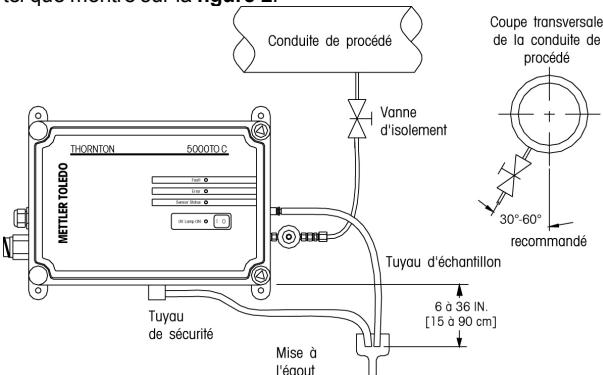

Figure 2
1. Installation de la sonde – La sonde 5000TOC a été conçue pour être autonome ou bien montée sur un mur ou une conduite. Elle est livrée avec des pattes de montage installées qui doivent être retirées en cas d'installation autonome (plan de travail). Un espace de dégagement minimum de 45 cm est nécessaire sur le côté gauche de la sonde pour le remplacement de la lampe UV. Deux raccords sont situés sur le côté droit du boîtier. Le raccord inférieur est dénommé "entrée d'échantillon" et le raccord supérieur, "sortie d'échantillon". Un troisième raccordement (tuyau de sécurité) est situé sous le boîtier ; il doit être retiré en cas d'installation autonome (plan de travail). La figure 2 représente une installation typique. Le kit d'installation (Réf 02205) comprend des assemblages de tube d'installation et une vanne de régulation de pression comprenant un filtre de 40 microns. Fixer le régulateur de pression au raccordement d'entrée d'échantillon tel que montré sur la figure 2.
Fixer l'extrémité ouverte du tube PTFE de 3,17 mm sur la vanne d'isolement du point d'échantillonnage (non fourni). Rincer le tube d'échantillonnage avant de l'installer au niveau de la sonde. Fixer le raccord sur l'entrée du régulateur de pression. Fixer le tube polyuréthane de 6,35 mm, avec un raccord cannelé, à la sortie d'échantillon et diriger l'autre extrémité vers la mise à l'égout. Le tuyau de sécurité de 6,35 mm se branche sur le raccord de tube au bas du boîtier et doit également être dirigé vers une mise à l'égout. Voir sur la figure 2 à propos des restrictions de longueur s'appliquant aux tuyaux.